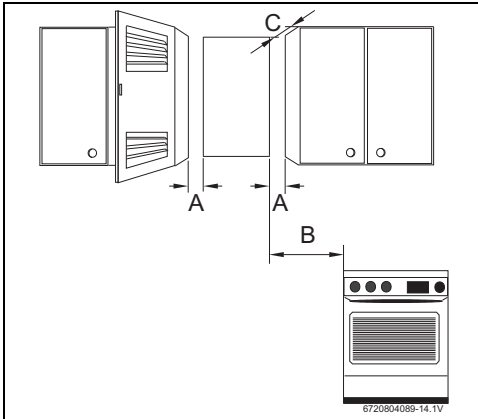

Fig. 19 Distancias mínimas
- ▶ Respetar las medidas mínimas de instalación indicadas en la Fig. 19.
- Garantizar un buen acceso para realizar los trabajos de mantenimiento respetando siempre las distancias mínimas indicadas en la Fig. 19.